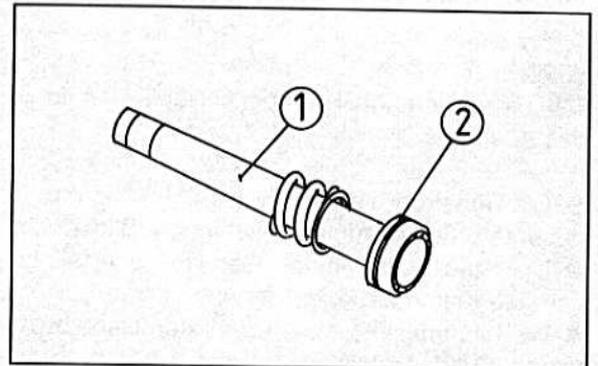

Bild 331
- Das Öldichtstück und die Verschluss-Schraube auf Beschädigungen prüfen. Den O-Ring ersetzen (Bild 331).